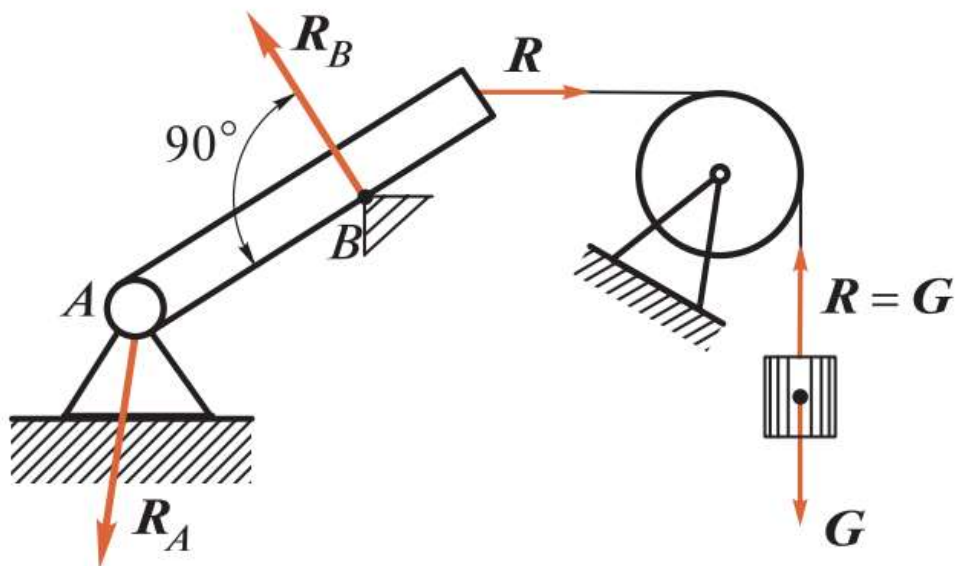
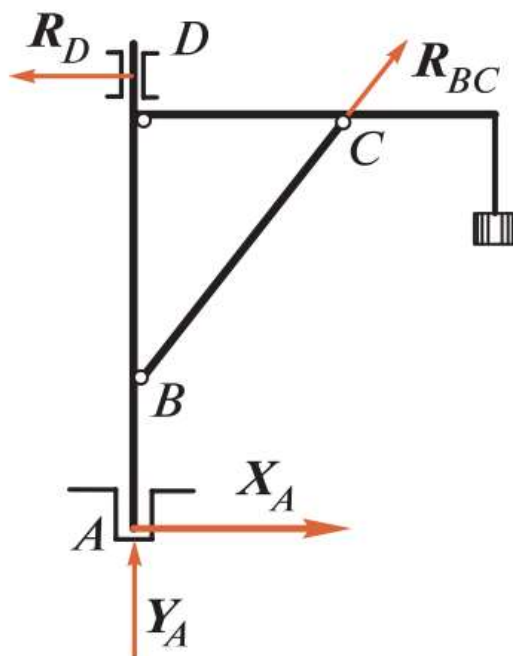

Рис. 1.8
Рис. 1.9
3. *Закрепленная точка или ребро угла* (рис. 1.8, ребро B). В этом случае реакция  $\mathbf{R}_B$  направлена по нормали к поверхности идеально гладкого тела в сторону тела, так как
4. Гибкая связь (см. рис. 1.8). Реакция  $\mathbf{R}$  гибкой связи не дает телу лишь удалиться от точки подвеса и поэтому направлена *вдоль связи от тела к точке подвеса*. Из рис. 1.8 видно, что гибкая связь, перекинутая через блок, изменяет направление передаваемого усилия (натяжения нити).
5. **Идеально гладкий цилиндрический шарнир** (см. рис. 1.8, шарнир А; рис. 1.9, подшипник D). В этом случае заранее известно только, что реакция  $\mathbf{R}_A$  *проходит через ось шарнира и перпендикулярна этой оси*, так как шарнирное соединение допускает вращение вокруг оси, но не допускает никаких перемещений тела, перпендикулярных этой оси.
7. **Идеально гладкий подпятник** (рис. 1.9, подпятник А). Подпятник можно рассматривать как сочетание цилиндрического шарнира и опорной плоскости, поэтому будем считать реакцию подпятника состоящей из двух составляющих:  $X_A$  и  $Y_A$ . Полная реакция  $\mathbf{R}_A$
8. *Стержень, закрепленный двумя концами в идеально гладких шарнирах и нагруженный только по концам* (рис. 1.9, стержень **BC**). В этом случае реакция стержня, согласно аксиоме III, может быть направлена только по линии **BC**, т. е. *по прямой, соединяющей оси шарниров*.